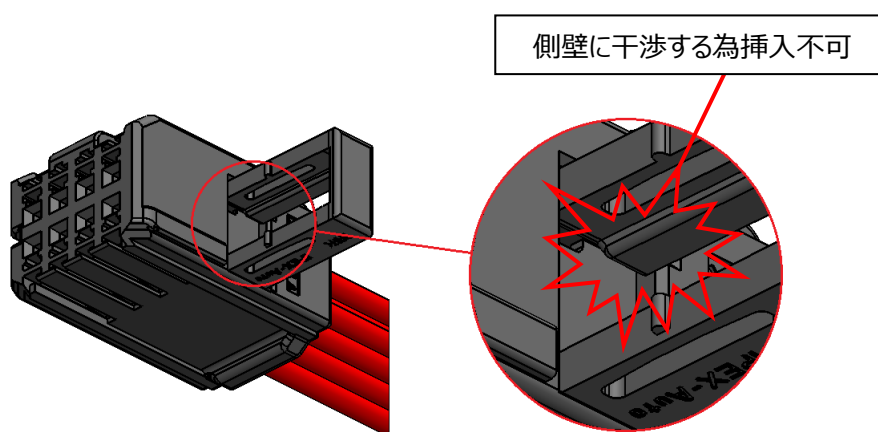

図 31 リテーナ逆挿入
⑤図 31 に示すように、正規の向き以外では、メスリテーナはメスハウジングに挿入できません。